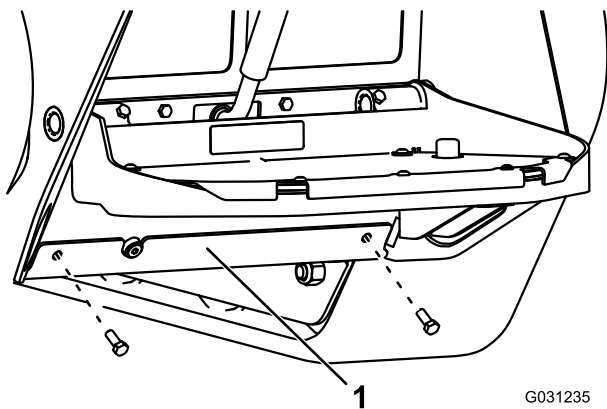

Figura 75
4. Togliete i 2 bulloni che fissano la piastra inferiore e rimuovetela (Figura 75).
8. Installate la piastra inferiore (Figura 75).